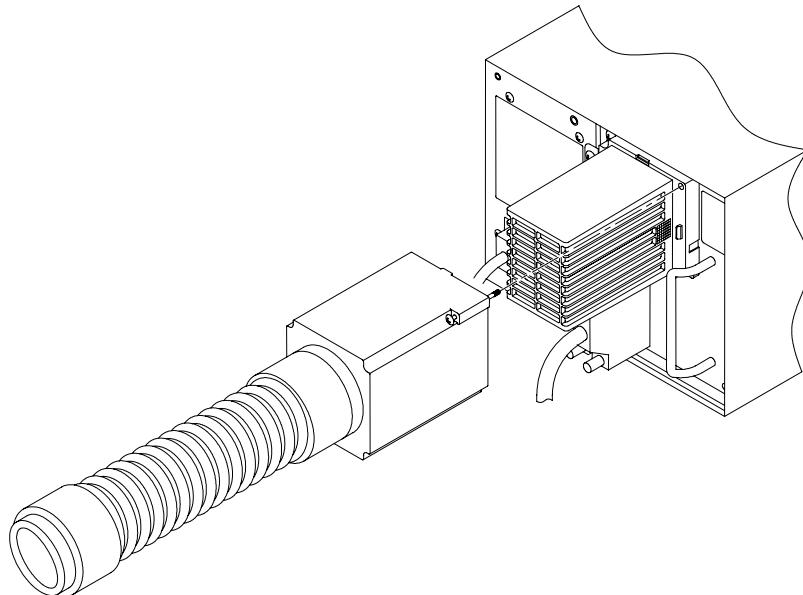

図 5-19 ダクトホースの取り外し
1. 本体にダクトホースが取り付けられている場合はまず先にダストホースを取り外してください。図5-19に示すようにカバーについているネジ(対角2本)を緩めて本体より外してください。